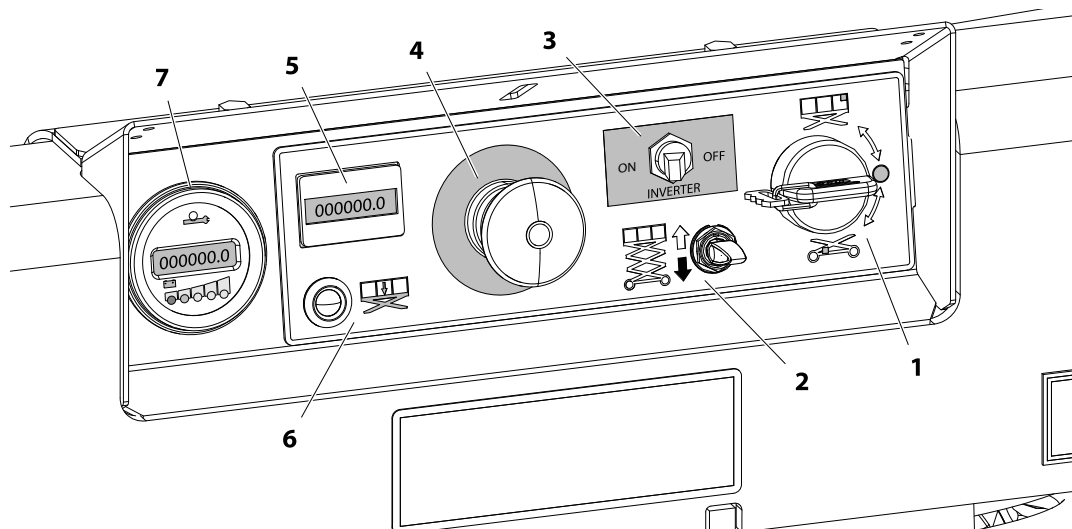

Fig. 3-2. Markpanel
1. Från **markpanelen** utan någon belastning på plattformen: (Se Fig. 3-2. på sid. 3-5)
(Punkt 1 – Fig. 3-2.)
(Punkt 2 - Fig. 3-2.)
(Punkt 3 - Fig. 3-2.)
(Punkt 4 - Fig. 3-2.)
(Punkt 5 - Fig. 3-2.)
(Punkt 6 - Fig. 3-2.)
(Punkt 7 - Fig. 3-2.)